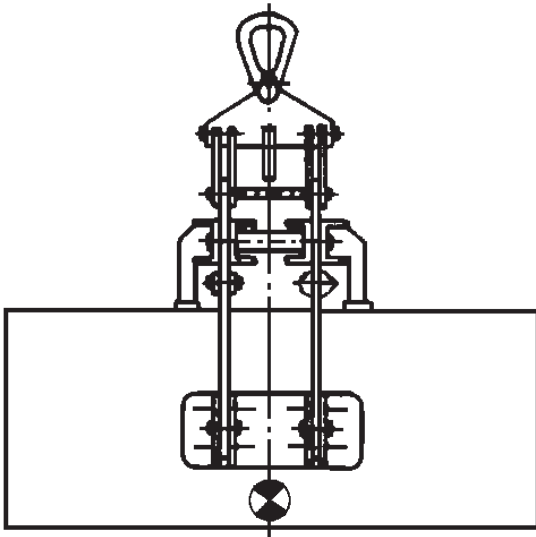
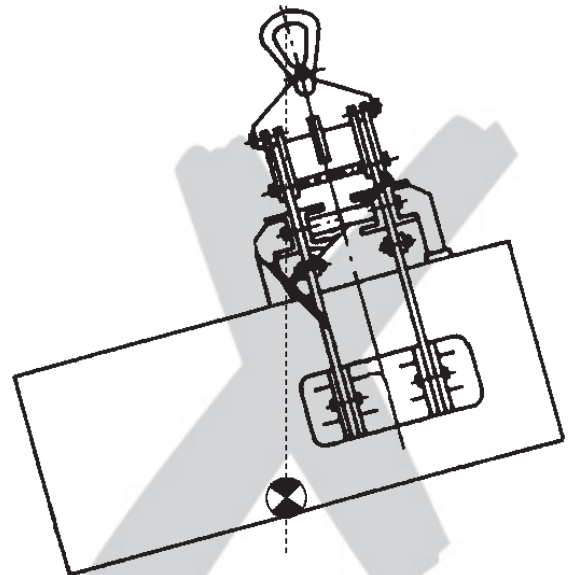

Fig. 2
Fig. 3
- Het zwaartepunt van de last moet zich altijd loodrecht onder het ophangoog van de gripper bevinden (Fig. 2). Als het zwaartepunt zich niet onder het ophangoog bevindt kunnen de gripper en de last een niet toegestane overhelling bereiken (Fig. 3).